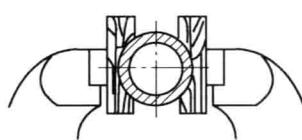

图 2-9 管子的装夹方法
2) 锯削管子。锯薄壁管时，把管子夹持在两块木制的V形槽块间，以防夹扁管子，如图2-9所示。锯削时，不能从一个方向锯到底。因为锯穿管子的内壁后，锯条很容易被管壁卡住而折断，如图2-10a所示。正确的锯削方法应是多次变换方向进行锯削，且每一个方向只锯到管子内壁后，即把管子转过一个角度，逐次进行锯削，直到锯断为止，如图2-10b所示。在转动时，应使已锯部分向锯条推进方向转动，不得反转，否则锯齿会被管壁卡住。